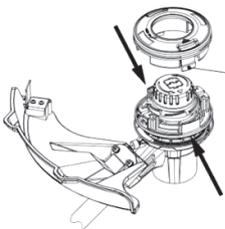

Рис. 21
- Нажмите кнопку снятия крышки и отсоедините ее от держателя катушки (Рис. 21).